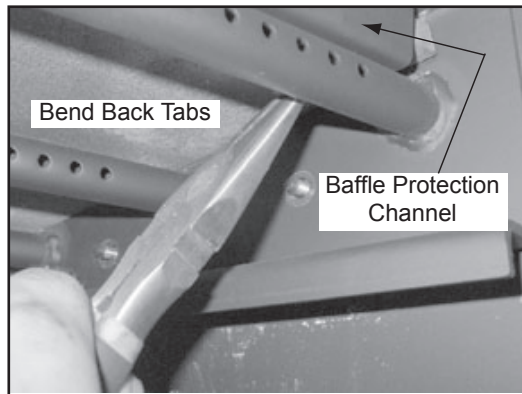

Figure 28.1
2. Retirez l'ensemble de protection du déflecteur en pliant l'arrière des déflecteurs à l'aide de pinces à nez effilé situées à la droite et à la gauche de la couverture de protection. Soulevez légèrement le couvercle et tirez vers l'avant et l'arrière de la boîte à feu (**Figure 28.1**).